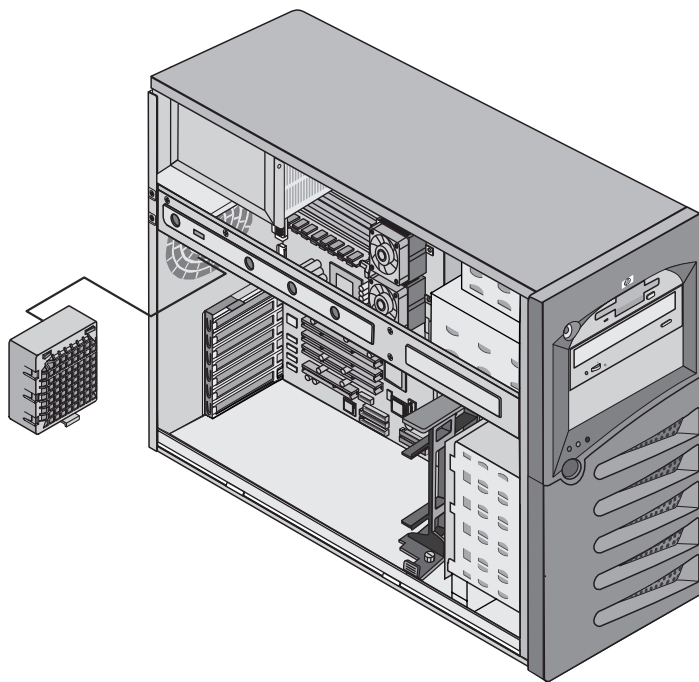

Figura 5-1: Rimozione della ventola
6. Scollegare il connettore ed estrarre la ventola. Fare riferimento alla figura 5-1.